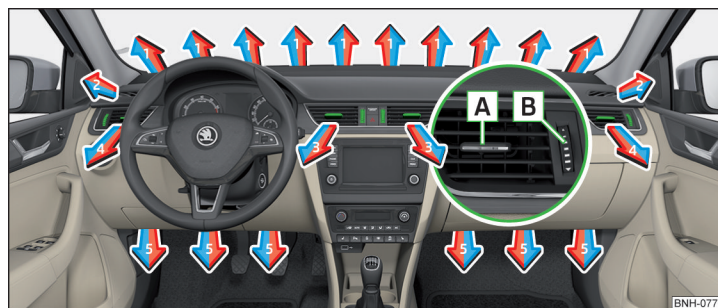

Abb. 117 Luftaustrittsdüsen
Bei den Luftaustrittsdüsen **3** und **4** » **Abb. 117** kann die Luftströmungsrichtung geändert und die Düsen können auch einzeln geöffnet und geschlossen werden.
Die Einstellung der Luftstromrichtung erfolgt durch das Verschieben des Verstellelements **A** » **Abb. 117** in gewünschter Richtung.
- Den Regler **B** nach oben/unten drehen » **Abb. 117**.
Richtung des Luftaustritts einstellen	Luftaustrittsdüsen » Abb. 117